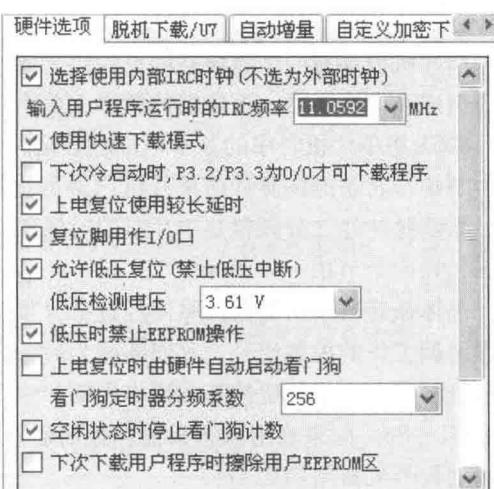

图 1-3 时钟频率设置
(4) 单片机的时钟与时序。STC15F2K60S2 单片机可以选择使用片内 RC 振荡器时钟或外部时钟。片内 RC 振荡器时钟的选择需要通过 STC 公司提供的 STC-ISP 软件进行设置，STC-ISP 软件启动运行后，时钟频率设置如图 1-3 所示。时钟频率  $f_{osc}$  可在 5~35MHz 的范围内选择。